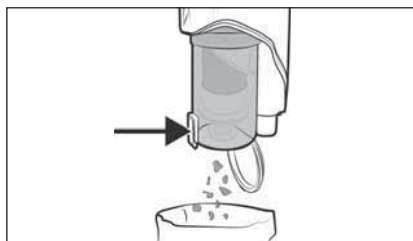

Fig. 21
- 1) Țineți rezervorul de colectare a murdăriei **7** deasupra unui coș de gunoi și apăsați tasta de deblocare a capacului rezervorului de colectare a murdăriei **8**. Capacul rezervorului de colectare a murdăriei **9** se deschide, iar conținutul se varsă în coșul de gunoi (a se vedea fig. 21). Apoi închideți capacul rezervorului de colectare a murdăriei **9**.